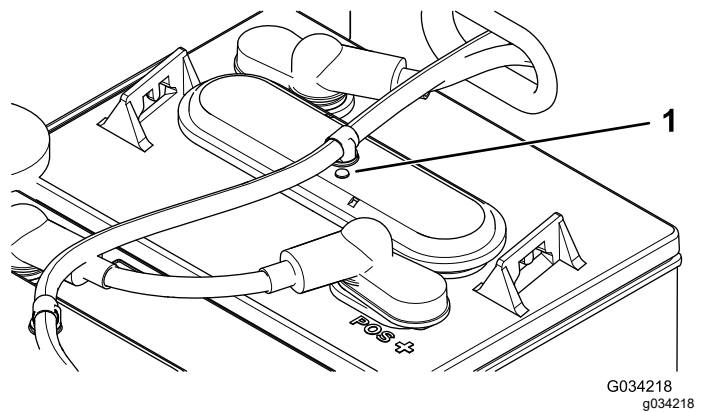

Figura 37
- Compruebe los testigos de cada una de las baterías para ver si están negros o blancos (Figura 37).